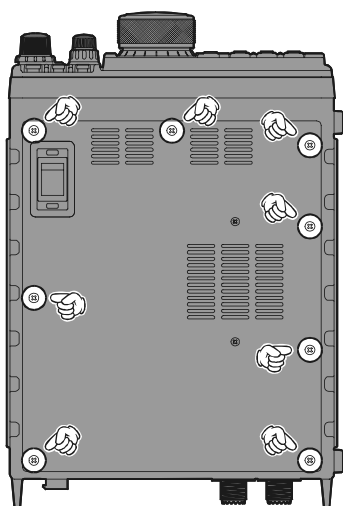

Abb. 1
2. Entsprechend Abb. 1 die 8 Schrauben des Gehäusedeckels lösen, den Gehäusedeckel abnehmen und die Lautsprecherverbindung von der Hauptplatine trennen.